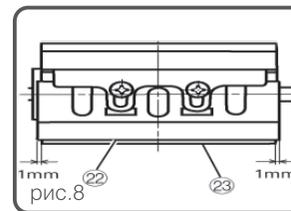

рис.8
- b. Установите режущее лезвие так, чтобы острие режущего лезвия выступало на 1 мм за поверхность режущего блока. (рис.8)